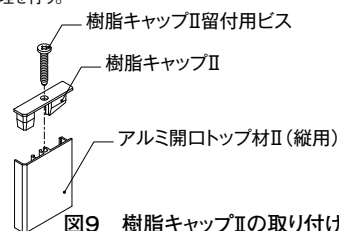

図9 樹脂キャップⅡの取り付け
- ▶ アルミ開口トップ材Ⅱ（縦用）は所定の長さに切断し、取り付け前に端部に専用の樹脂キャップⅡを固定する。（図9参照）